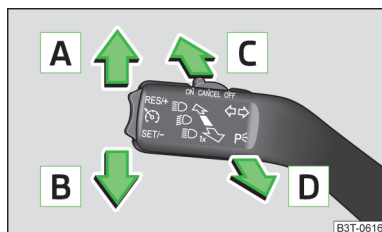

Fig. 32
- » Tirer la manette des clignotants et des phares en direction du volant et la pousser simultanément vers le bas » fig. 32 à la page 51.
- » Tirer la manette des clignotants et des feux de route en direction du volant et la pousser simultanément vers le haut » fig. 32 à la page 51.
La manette de commande permet de commander les fonctions suivantes » fig. 32.